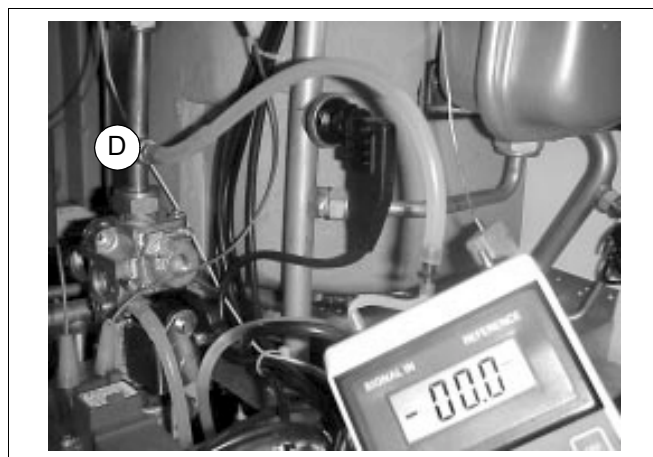

Рис. 41 Контрольный ниппель
- Открутить винт (рис. 41, поз. D) установленного на трубопроводе сверху газовой арматуры контрольного ниппеля и подключить U-образный манометр.
- Открутить запорный винт контрольного ниппеля (рис. 41, поз. D, страница 39) закрепленного на проводке сверху газовой арматуры, и подключить U-образный манометр.